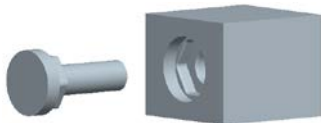

图 24.12 移动滑块
(2) 选取要移动的元件滑块。在“选择”对话框中单击 **确定** 按钮。
(3) 在系统的提示下，选取图 24.12 所示的边线为移动方向，输入要移动的距离值-30。
(4) 在 **▼ DEFINE STEP (定义步骤)** 菜单中选择 **Done (完成)** 命令。